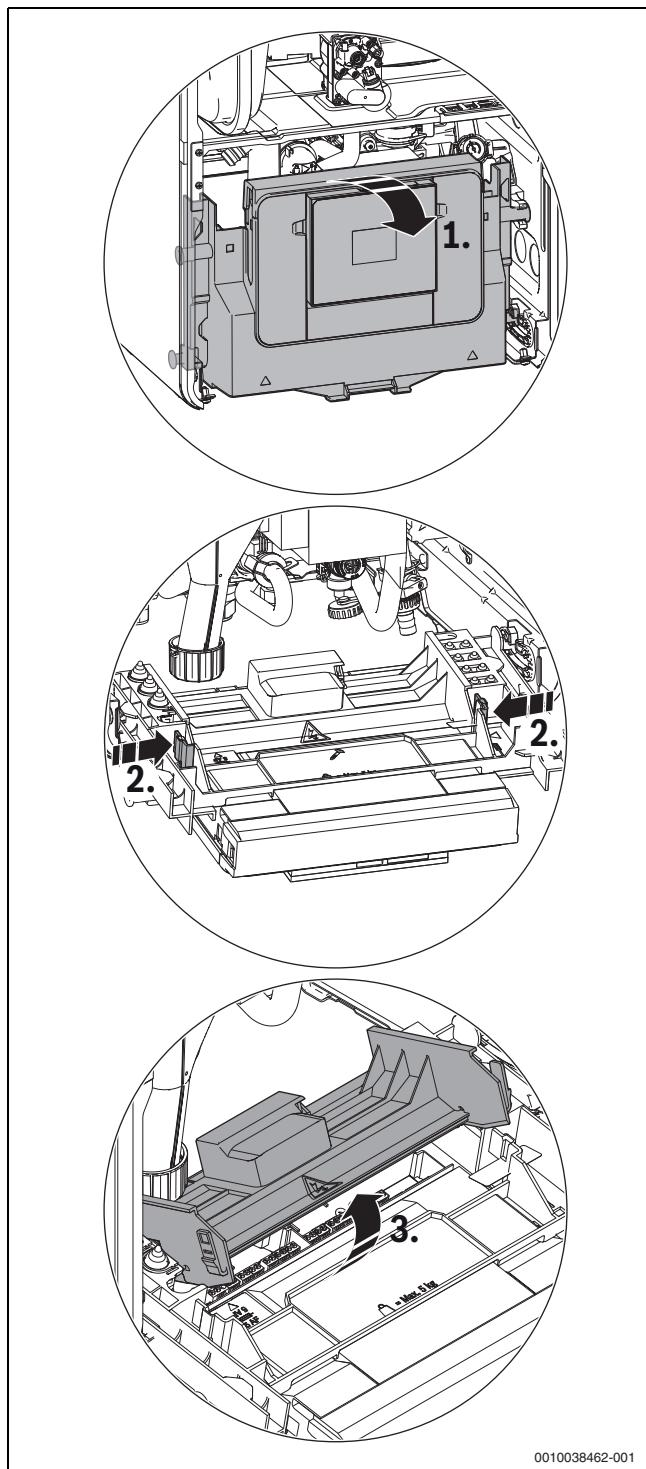

Bild 22 Abdeckung aufklappen
- Steuergerät nach unten klappen (→ Bild 22).